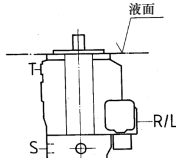

图1
a) 当油箱的最低液面和泵的法兰面同高或更高时，《R/L》口，《T》口和《S》口可开放（见图1）。